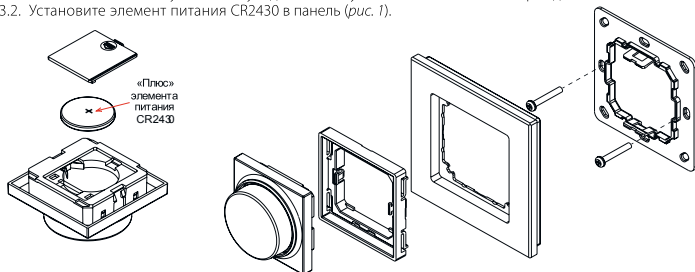

Рис.1. Установка элемента питания и монтаж панели.
3.2. Установите элемент питания CR2430 в панель (рис. 1).